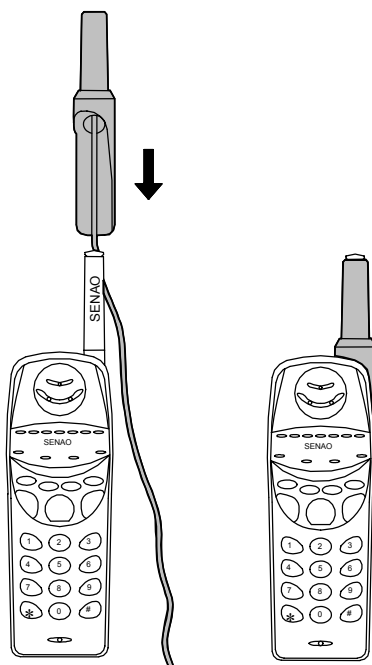

Рис. 5
- Установите кондуктор (5) на антенну радиотрубки. Способ установки и правильное положение кондуктора на радиотрубке показаны на рис. 5.